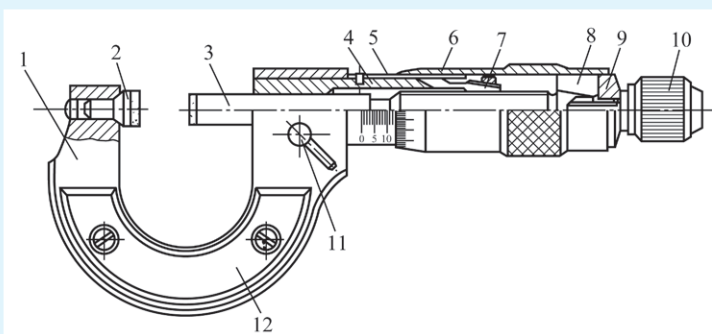

图 1-5-12 测量范围为 0 ~ 25 mm 的外径百分尺
(1) 外径百分尺的结构。各种百分尺的结构大同小异，外径百分尺常用于测量或检验零件的外径、凸肩厚度，以及板厚或壁厚等，一般由尺架、测微头、测力装置和制动器等组成。图 1-5-12 所示为测量范围为 0 ~ 25 mm 的外径百分尺。测量时，固定测砧与被测零件接触，另一端测微螺杆与被测零件接触。固定测砧和测微螺杆之间的距离即为被测工件的尺寸。为提高测量面的使用寿命，固定测砧和测微螺杆的测量面上都镶有硬质合金。为防止人体的热量影响百分尺的测量精度，尺架的两侧面覆盖有绝热板。